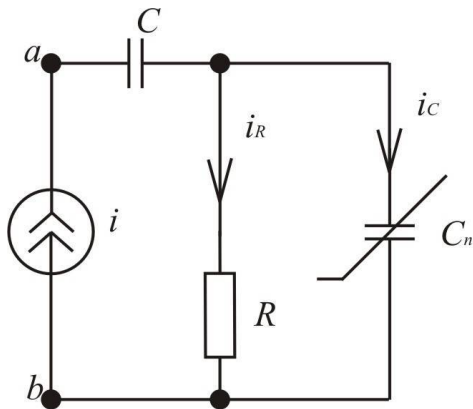
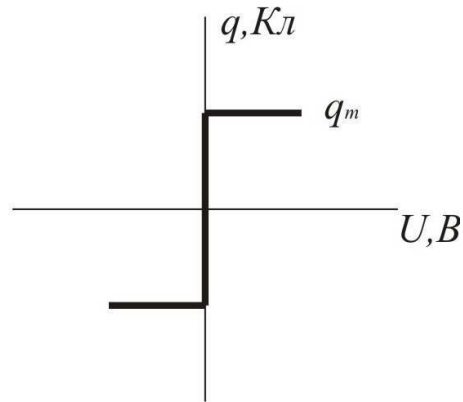

Рис. 1.1
Рис. 1.2
1. Схема рис. 1.1 состоит из источника синусоидального тока $i = I_m \sin \omega t$, линейной емкости C , активного сопротивления R и нелинейной емкости C_n , кулон-вольтная характеристика которой приведена на рис. 1.2, $q_m = 10^{-9}$ Кл.